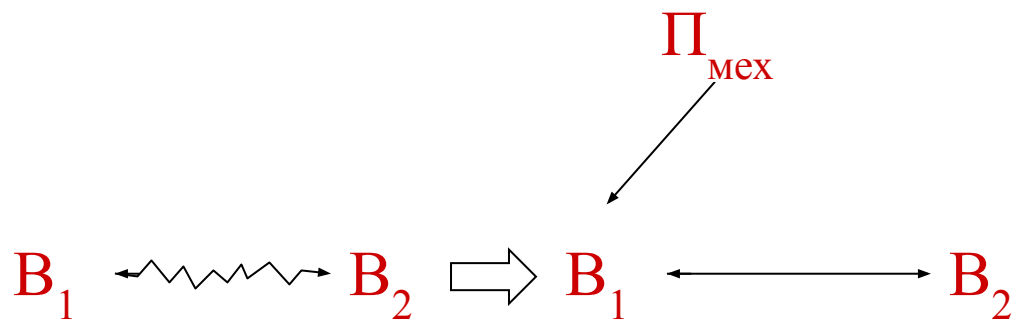

Рисунок 2
- Это уже есть **физическая задача**. Чтобы убрать избыток краски нужно приложить силу: потрясти или вращать цилиндр (а.с. 242714), что логически вытекает из вепольной формулы задачи. Вепольная запись об окраске изделий тонким слоем краски и удалением избытка краски вращением изделия выглядит (рисунок 2) следующим образом (где B_1 – изделие, B_2 – инструмент, $\Pi_{\text{мех}}$ – поле механических сил):